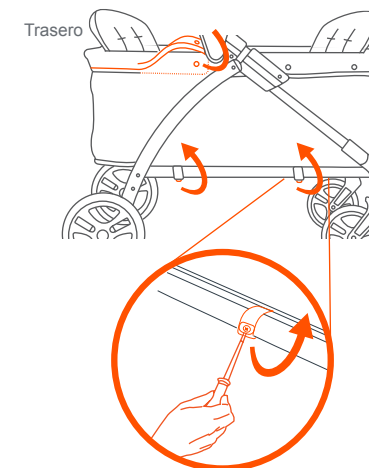

Fig. 17b
- Retire los tornillos de la parte inferior del armazón (Fig. 17b).
- Desprenda el gancho y bucle en el extremo trasero del armazón (Fig. 17b).